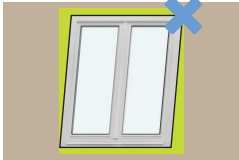

Fig. 13
9. Kontrollera med vattenpass, huruvida fönstret/dörren är rak och inte böjd i mitten, inåt eller utåt (se fig. 13). Se till att karmens diagonaler ska vara helt lika. Om konstruktionen är böjd, måste justeringen startas om.